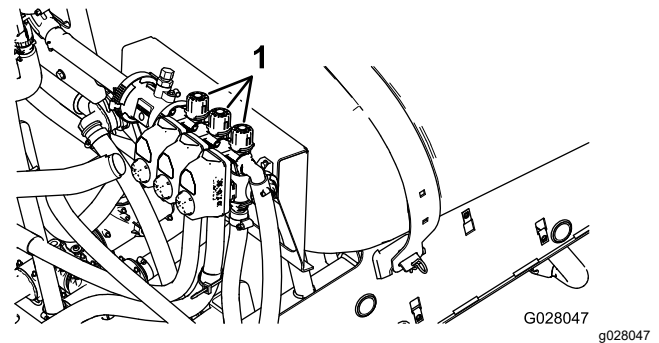

Figure 22
- Désactivez la section gauche et réglez le bouton de dérivation de section (Figure 22) jusqu'à ce que la pression indiquée corresponde à celle réglée précédemment (généralement 2,75 bar).
- Tournez le bouton de dérivation de la section droite (Figure 22) jusqu'à ce que la pression indiquée corresponde à celle réglée précédemment (généralement 2,75 bar).
- Réglez le bouton de dérivation de la section centrale (Figure 22) jusqu'à ce que la pression indiquée corresponde à celle réglée précédemment (généralement 2,75 bar).